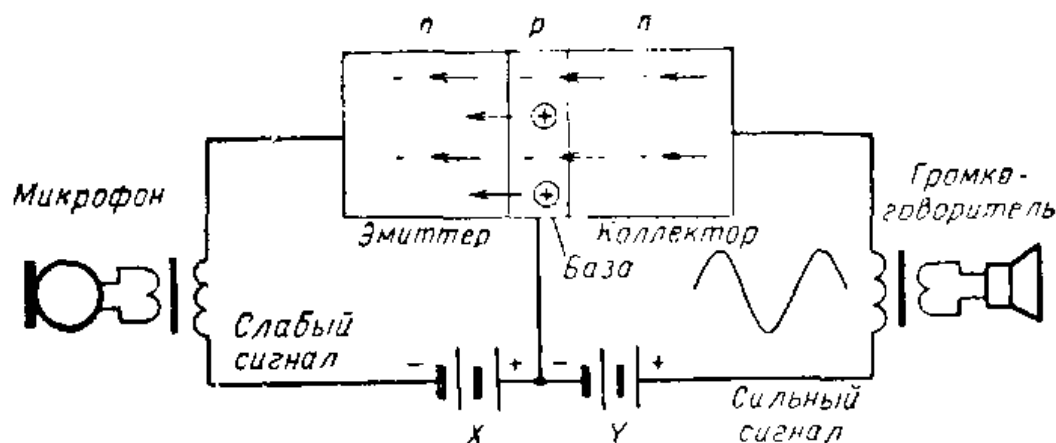

Рис. VI.113. Слабый сигнал, поданный в цепь эмиттера через микрофон, усиливается транзистором.
**Подача сигнала на эмиттер.** Чтобы далее познакомиться с работой транзистора, подадим в цепь его эмиттера какой-либо сигнал. На схеме рис. VI.113 в цепь эмиттер — база включен микрофонный трансформатор. Когда кто-нибудь говорит в микрофон, во вторичной обмотке трансформатора идет меняющийся ток. На постоянный ток, создаваемый батареей в цепи эмиттера, теперь накладывается переменный сигнал. Так как переменный сигнал имеет то положительный, то отрицательный знак, напряжение в цепи либо увеличивается, либо уменьшается.